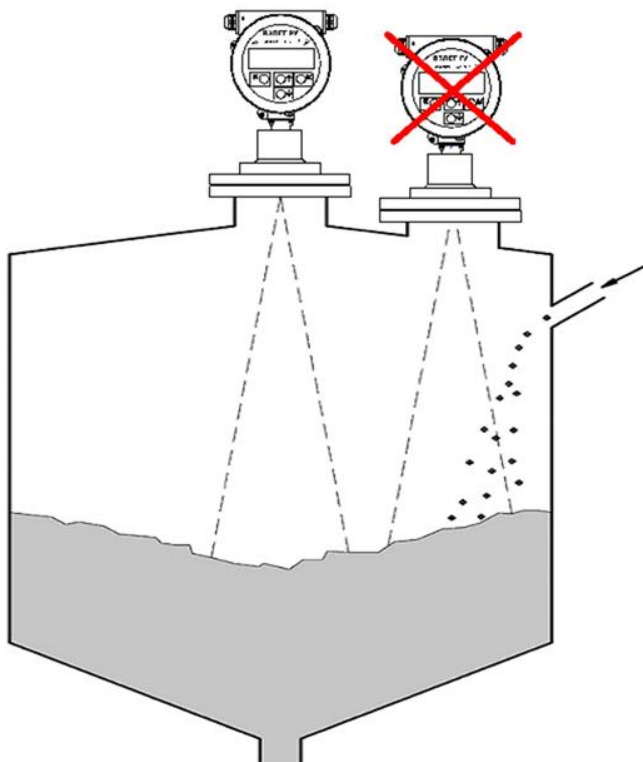

Рис.3 - Установка прибора на резервуар с загрузкой продукта.
4.1.3.2 Не следует устанавливать прибор таким образом, чтобы поток заполняющего емкость продукта попадал в зону действия луча (рис.3); оптимально располагать прибор в стороне от места загрузки.